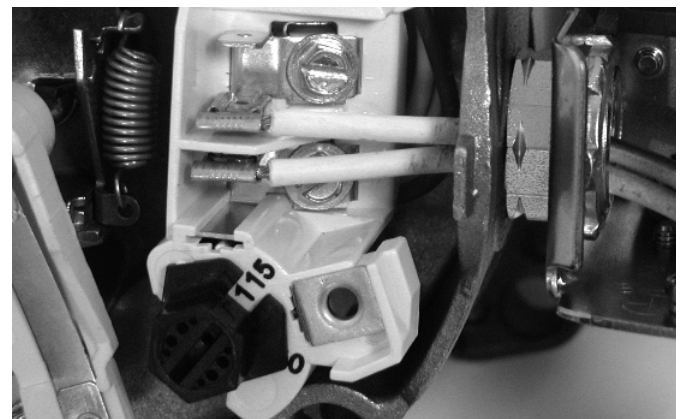

Figura 11: Tensión configurada para 115 voltios, tipo cuadrante.
2. Gire el cuadrante hacia la izquierda hasta que aparezca 115 en la ventana del cuadrante según se ilustra en la figura 11.
- Paso 1. Conecte el alambre de puesta a tierra primero según se ilustra en la Figura 11. El alambre de puesta a tierra debe ser un alambre de cobre sólido por lo menos tan grande como los alambres de suministro de corriente.
- Paso 4. Conecte los alambres de suministro de corriente al conmutador de presión según se ilustra en la Figura 11.